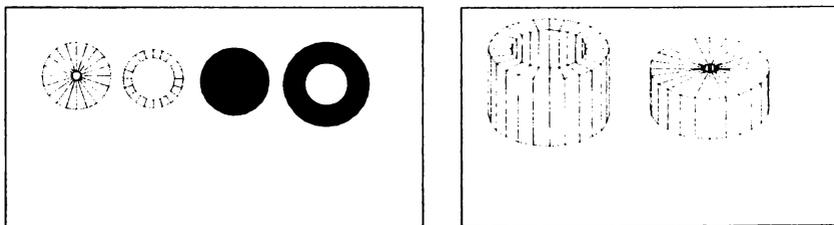

Рис. 4.10. Примеры колец
4. Постройте несколько колец с разными значениями радиусов и высоты (команда *DOUNT*) (рис. 4.10). Плоские фигуры постройте в пространстве листа, а объемные фигуры в пространстве модели.